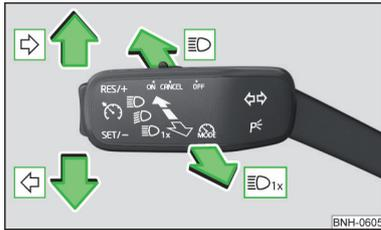

Fig. 54
### Posiciones de la palanca de mando » fig. 54
- Presione la palanca de manejo hasta el tope en la posición  $\rightarrow$  o  $\leftarrow$  » fig. 54 de la pág. 62.